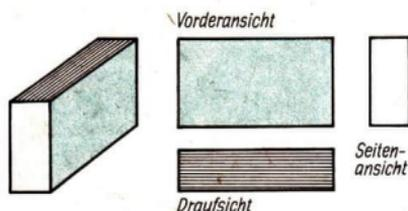

Bild 10/1 Werkstück in verschiedenen Ansichten
**Das Darstellen in einer Ansicht** wird bei flachen (gleichmäßig dicken) Gegenständen angewendet. Solche Gegenstände lassen sich schon in einer Ansicht eindeutig darstellen (Bild 10/2).